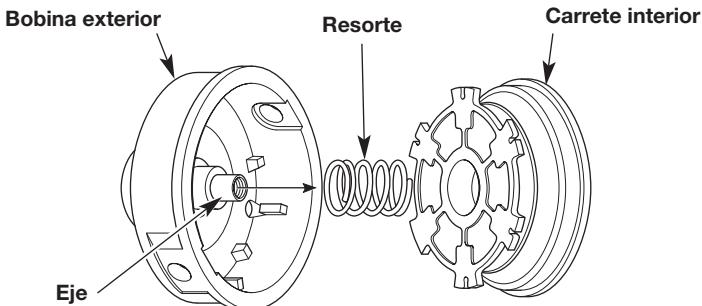

Fig. 11
- Retire el carrete interior de la bobina exterior (Fig. 11).
- Retire el resorte del carrete interior (Fig. 11).